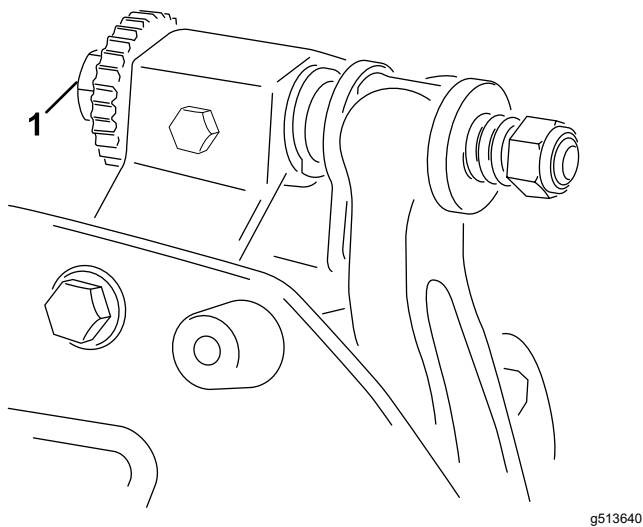

Figura 4
- A. Ruotate le viti di regolazione della barra di appoggio in senso orario (Figura 4), uno scatto alla volta, fino ad avvertire e ad udire un leggero contatto.
6. Ruotate il bullone di regolazione della barra di appoggio di destra (Figura 4) fino ad avvertire una leggera pressione sullo spessore quando lo fate scorrere in senso laterale. Rimuovete lo spessore.